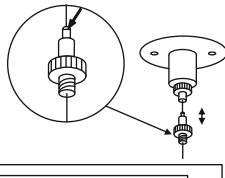

Рисунок 6.
- отрегулируйте длину подвесных нитей нажатием на цапговый зажим (рисунок 6);